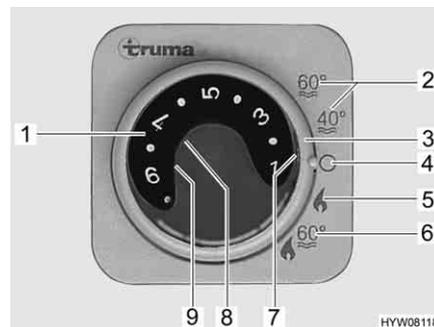
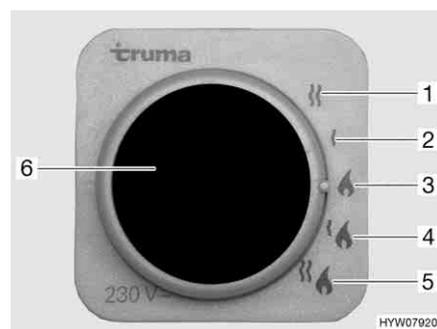

Fig. 164 Unidad de mando para la calefacción/caldera
Fig. 165 Selector de energía para la calefacción/caldera
- Ajustar el modo de funcionamiento con el interruptor giratorio (Fig. 164,3).
Según la temperatura ambiente deseada, la calefacción selecciona automáticamente la potencia de quemador necesaria. Cuando se alcanza la temperatura ambiente deseada se desconecta el quemador. En el modo de funcionamiento "calefacción y caldera" (Fig. 164,6), se calienta también el agua de la caldera. En el modo "calefacción sin caldera" (Fig. 164,5), la calefacción puede funcionar con la caldera vacía.
- Girar el botón giratorio de temperatura (Fig. 164,1) de la unidad de mando al nivel deseado.
- Situar el interruptor giratorio (Fig. 164,3) en el modo invierno "calefacción sin caldera" (Fig. 164,5) o en modo invierno "calefacción y caldera" (Fig. 164,6).
La luz de control verde (Fig. 164,7) se enciende.
- Ajustar el interruptor giratorio (Fig. 164,3) en "O" (Fig. 164,4).
- Funcionamiento a gas (Fig. 165,3)
- Funcionamiento con electricidad a 230 V con los niveles de potencia de 900 W (Fig. 165,2) ó 1800 W (Fig. 165,1)
- Funcionamiento a gas y funcionamiento con electricidad a 230 V (funcionamiento mixto) con los niveles de potencia de 900 W (Fig. 165,4) ó 1800 W (Fig. 165,5)
La combinación de los funcionamientos a gas y con electricidad a 230 V acorta el tiempo de calentamiento (esto solo es posible si en la unidad de mando (Fig. 164) la calefacción se encuentra ajustada en modo de invierno). Si se ha seleccionado el funcionamiento con electricidad a 230 V, se enciende la luz de control amarilla (Fig. 165,6).